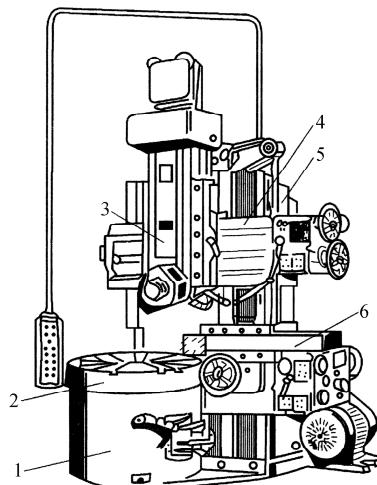

图 1-2 立式车床
(2)立式车床。立式车床的主轴竖直安置,工作台面处于水平位置,如图 1-2 所示。其主要用于加工径向尺寸较大、轴向尺寸较小的大型、重型盘套类、壳体类工件。